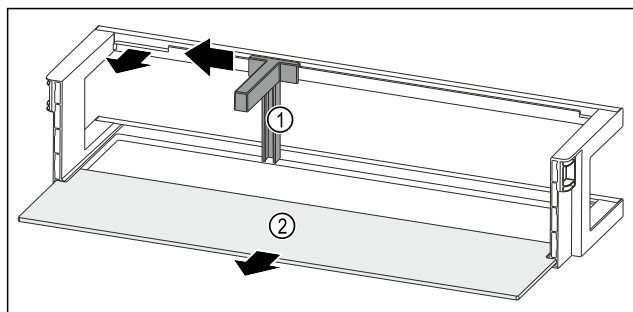

Fig. 49 Лотки на дверцятах із тримачем пляшок і полицею
- Пересуньте тримач пляшок Fig. 49 (1) убік до пазу.
- Вийміть тримач пляшок Fig. 49 (1).
- Дістаньте полицю Fig. 49 (2).